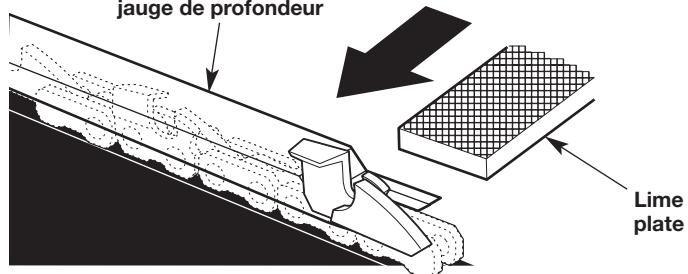

Fig. 36
3. Utilisez une jauge de profondeur (non comprise) pour mesurer le jeu de jauge de profondeur (Fig. 36) de chaque coupe. Le jeu de la jauge de profondeur doit être maintenu à 0,6 mm (1/32 po). Le dégagement de la jauge de profondeur détermine la profondeur à laquelle l'outil de coupe pénètre dans le bois en cours de fonctionnement ainsi que la taille des copeaux de bois produits. Un jeu trop important augmente le risque de rebond. Un jeu trop réduit diminue la taille des copeaux de bois, diminuant ainsi la capacité de coupe.
- Utilisez une dégauchisseuse de jauge de profondeur 0,6 mm (1/32 po) et une lime plate (outils non compris) pour abaisser la jauge de profondeur au jeu adéquat (Fig. 36).